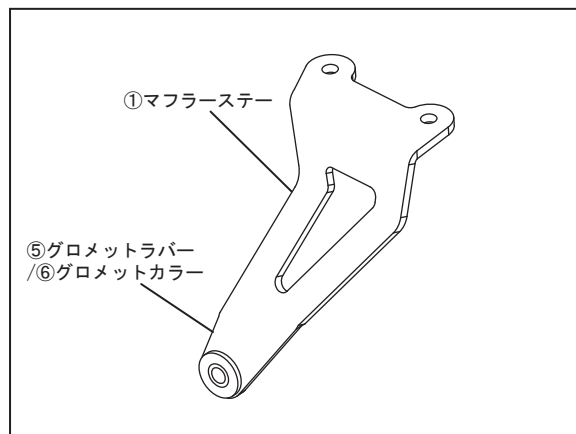

FIG. 1
3. ①マフラスターに⑤グロメットラバー、⑥グロメットカラーを取り付けて下さい。(FIG. 1 参照)